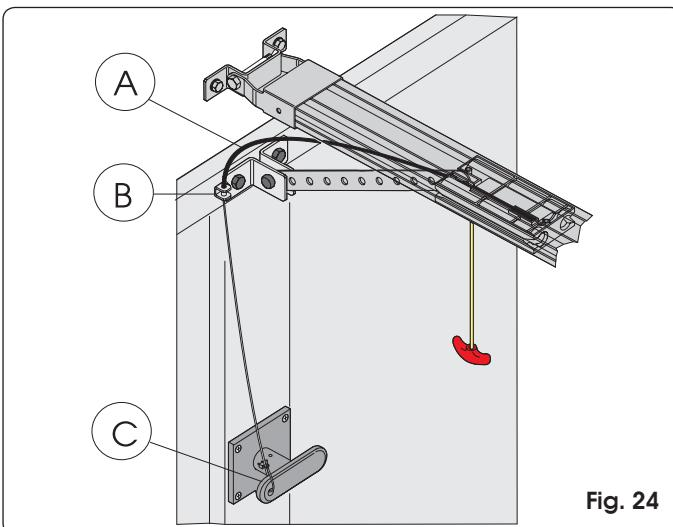

Fig. 24
- 1) Couper la gaine du fil sur mesure (Fig. 24 réf. A).
- 2) Introduire le fil dans la gaine et le faire passer dans la bouche spécifique de la patte d'attache sur la porte (Fig. 24 réf. B).
- 3) Couper le fil sur mesure et l'assembler au levier interne de la poignée de déverrouillage (Fig. 24 réf. C).